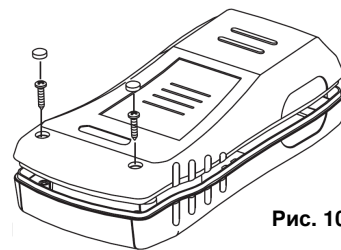

Рис. 10
**В. Замена предохранителя и батареи (рис. 10)**